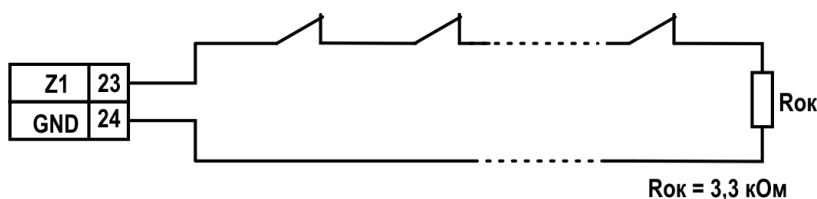

Рисунок 3.
Шлейфы охранной сигнализации используются для оборудования системой сигнализации помещения, в котором установлен системный блок. Шлейфы охранной сигнализации предназначены для подключения охранных извещателей с нормально замкнутыми контактами. Если эти шлейфы не используются, то на соответствующие клеммы рекомендуется устанавливать оконечные резисторы номиналом 3,3 кОм. Схема включения извещателей в охранный шлейф приведена на рис.3.
- Подключите нормально замкнутые извещатели к клеммам охранных шлейфов (клеммы Z и COM). Оконечные резисторы должны устанавливаться в конце шлейфа сигнализации (рис.3). Если охранные шлейфы не используются, то оконечные резисторы устанавливаются на соответствующие клеммы системного блока (клеммы Z и COM).